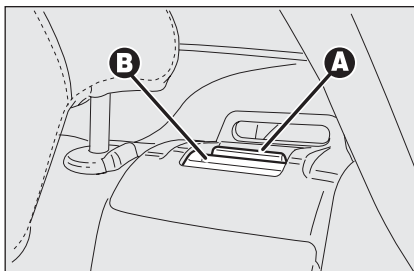

fig. 95
- soulever le levier **A-fig. 95** de retenue du dossier et le renverser vers l'avant. Le soulèvement du levier est mis en évidence par une "bande rouge" **B**.
S'assurer que le dossier est correctement accroché sur les deux côtés ("bandes rouges" B-fig. 95 non visibles) pour éviter que, en cas de freinage brusque, le dossier puisse se projeter vers l'avant en provoquant des blessures aux passagers.